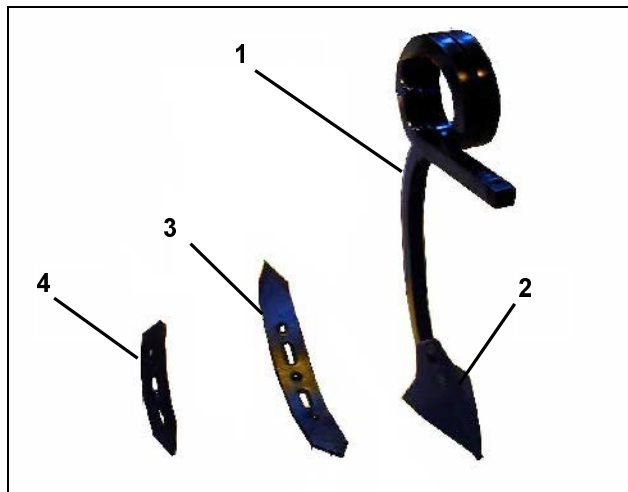

Fig. 7
Fjedertænderne (**Fig. 7/1**) på Centaur kann forsynes med 3 forskellige typer skær:
- Stub skær (170mm) (**Fig. 7/2**): Anvendes ved flad stubbearbejdning til blanding af spildkorn og halmrester.
- Vende skær(75mm) (**Fig. 7/3**): Anvendes med middel arbejdsdybde; giver en god blanding af organisk masse.
- Smal skær (50mm) (**Fig. 7/4**): Anvendes til basisløsning. Ved dyb løsning af jorden bliver jordknoldene i det nederste område.